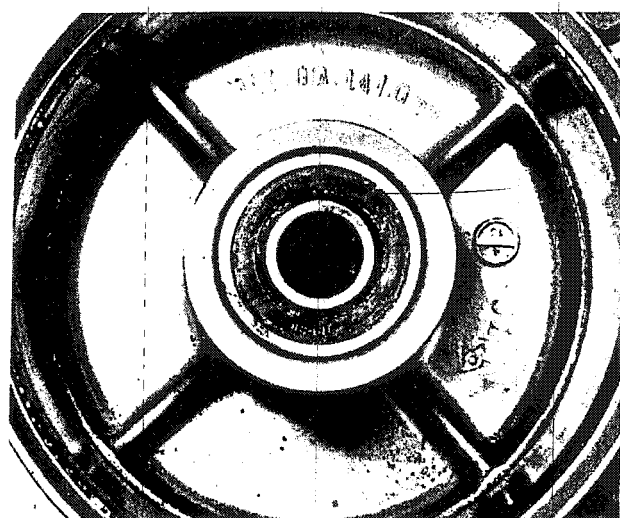
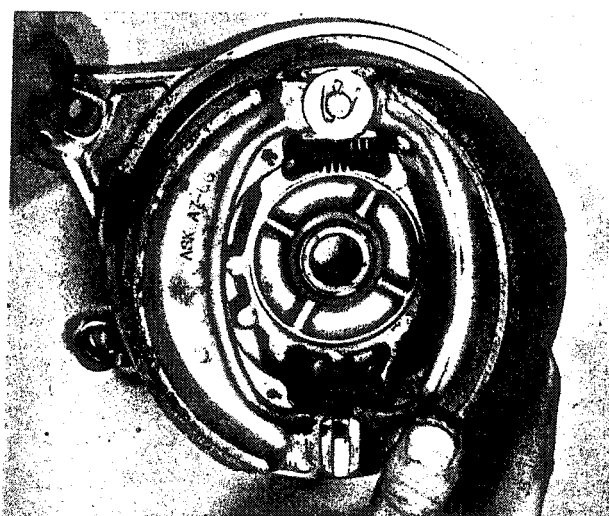

Bild 258
Bild 257
- Die Bremsbacken zum Ausbauen von den Bremsnocken wegspreizen und V-förmig anheben, damit sie zusammen mit den Rückholfedern herausgenommen werden können (Bild 257). Die Federn können aus den ausgebauten Bremsbacken ausgehängt werden. Abgenutzte oder erlahmte Federn müssen ersetzt werden. Die Reibfläche der Bremstrommel auf Abnutzung und Riefen prüfen (Bild 258).